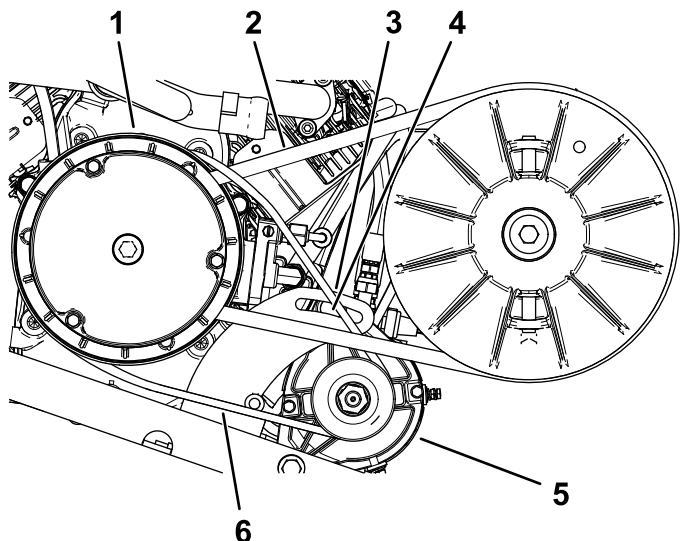

Figura 70
2. Afloje la tuerca del pivote del generador de arranque (Figura 70).
abajo en la ranura, hasta que la tensión de la correa solo permita una desviación de 6 mm con 44 N·m de fuerza (Figura 70).
5. Apriete la tuerca del pivote a mano y retire la palanca (Figura 70).